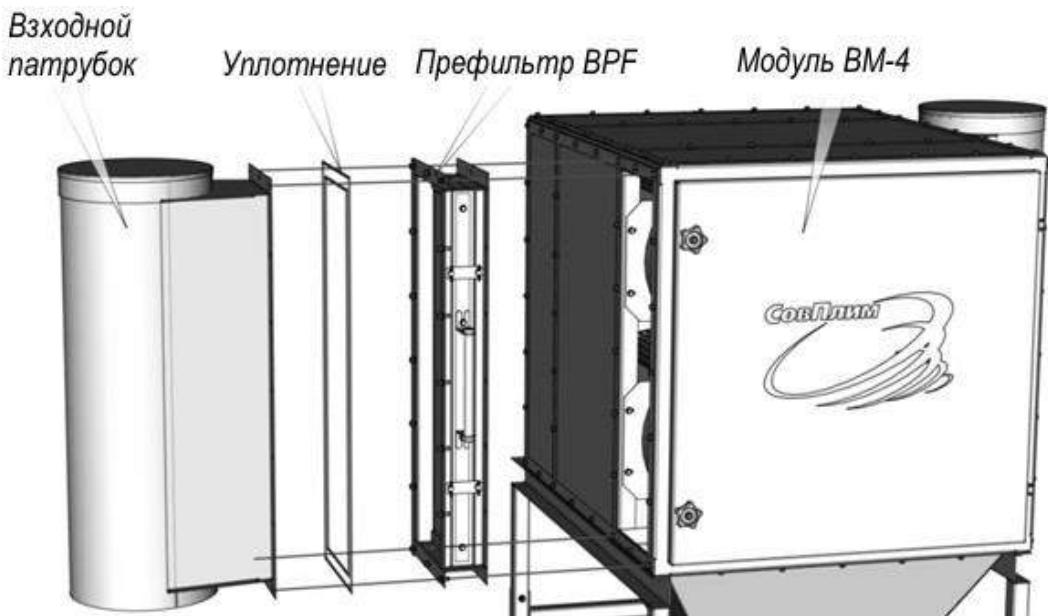

Рисунок 31
5.9.1 Демонтировать входные патрубки, взамен них установить префильтр BPF на модуль BM-4 и префильтр BPF-S на модуль BM-2, крепить болтами M6x16 (рисунок 31).